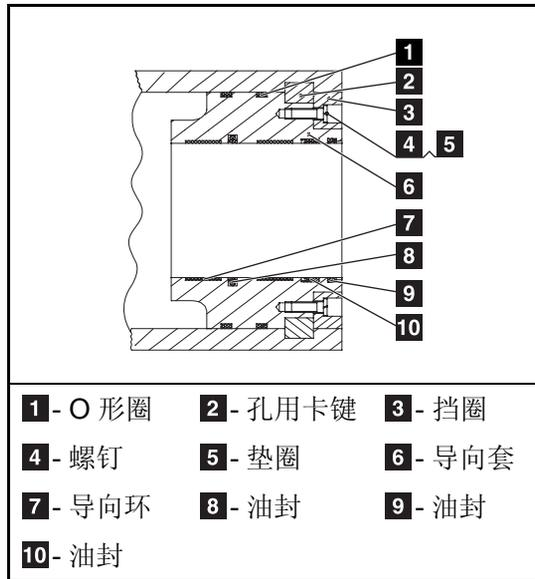

图 3-4(3) 导向套装配图
- (a) 根据图 3-4(3) 导向套装配图, 将 O 形圈**1**、油封**8**、**9**、**10**、导向环**7**涂上黄油并装到导向套上相应的位置。